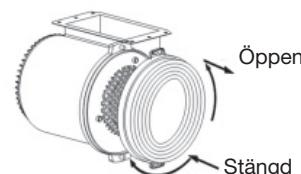

Bild 9
• **INSTALLATION AV KOLFILTRET, SE BILD 9;**